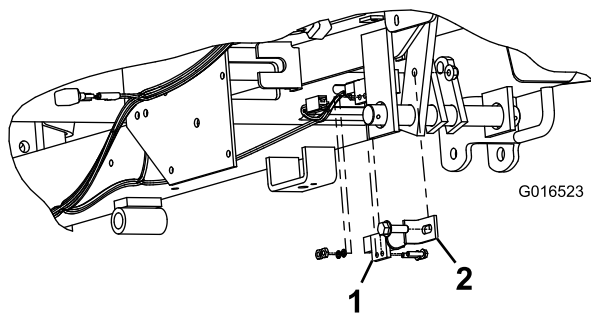

図 3
2. ブレーキライト用スイッチブラケットを車体フレームに取り付ける (図 3)。
- ブレーキライト用スイッチをブラケットに取り付ける；ねじ 2 本、ワッシャ 2 枚、六角ナット 2 個を使用する（図 3）。